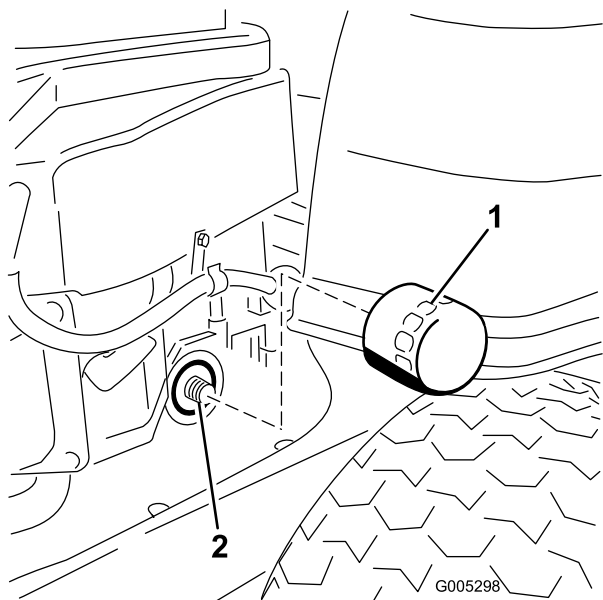

Bild 32
10. Finden Sie den Ölfilter rechts am Motor. Entfernen Sie den alten Filter und wischen Sie die Dichtfläche am Anbaustutzen mit einem sauberen Tuch ab (Bild 32).
12. Drehen Sie den Austauschfilter auf den Anbaustutzen auf. Drehen Sie den Ölfilter nach rechts, bis die Gummidichtung den Anbaustutzen berührt. Ziehen Sie ihn dann um eine weitere 3/4 bis eine volle Umdrehung fest (Bild 32). Wischen Sie überschüssiges Öl vom Rahmen.